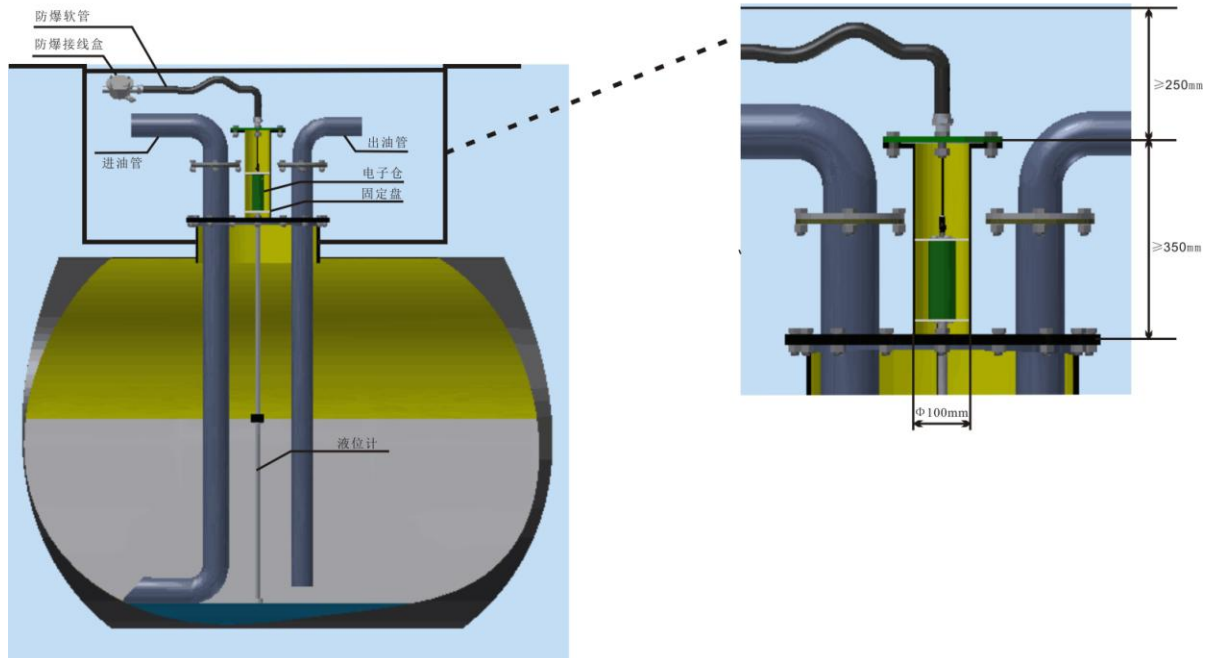

图 6 液位计安装位置示意图
7. 双手拿起杆体从上伸管轻轻放入油罐内，杆体放入罐内后，单手抓住固定盘调整杆体使其竖直；安装位置见图 6。